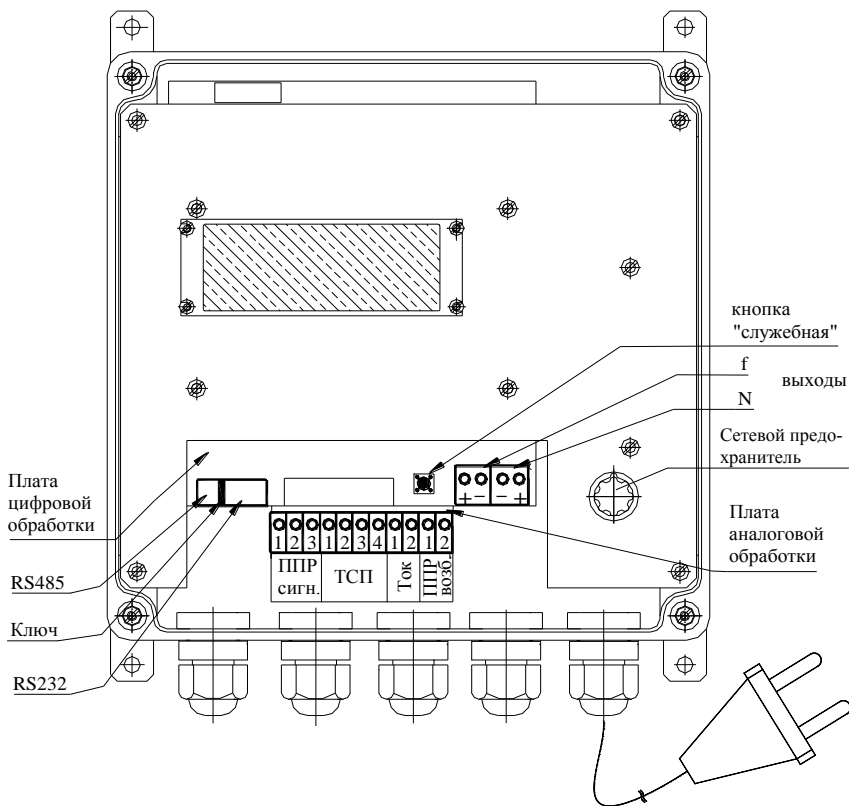

Рис. 8.10
8.7.3 Для проведения монтажа необходимо отвернуть 4 винта на передней панели ППМ и снять переднюю панель. После этого освобождается доступ к разъемам и клеммникам для подсоединения внешних цепей. Внешний вид ППМ со снятой передней панелью приведен на рис. 8.10.
- отвинтить винты на верхней крышке и снять ее (вид теплосчетчика со снятой верхней крышкой приведен на Рис. 8.10);